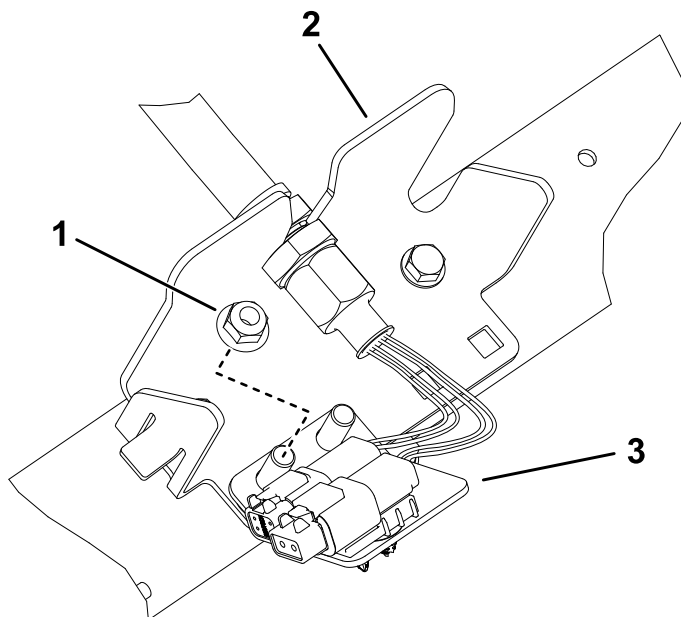

Bild 30
6. Wiederholen Sie die Schritte an den restlichen vier Schottstellen, wie in **Bild 27** bis **Bild 30** abgebildet.